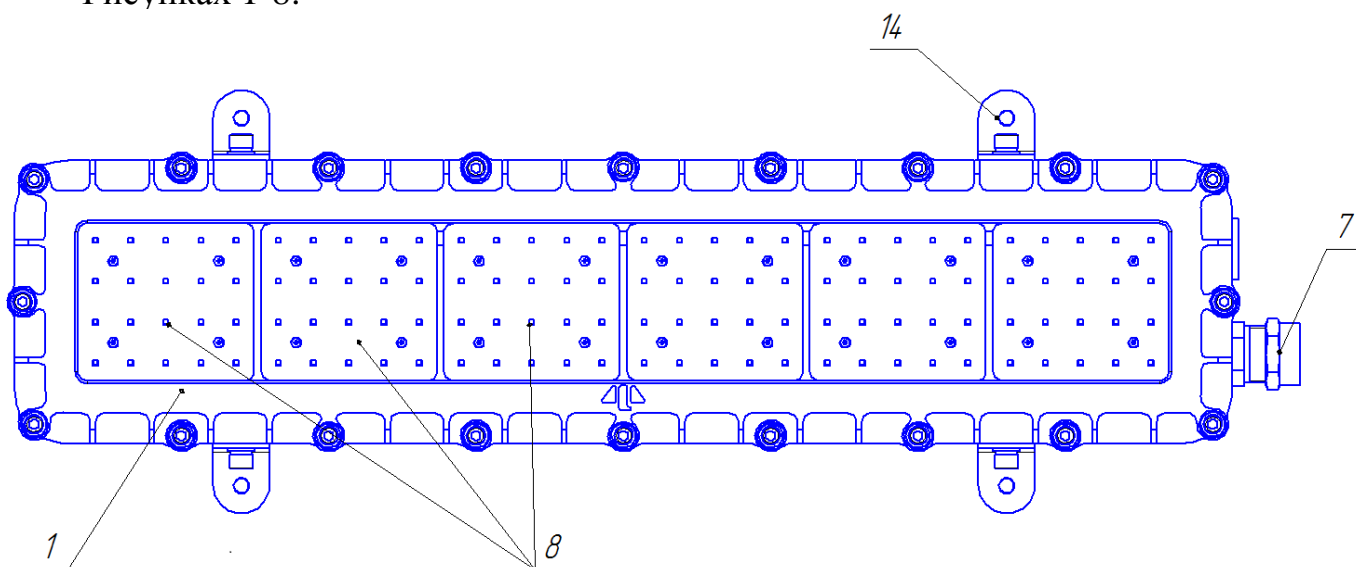
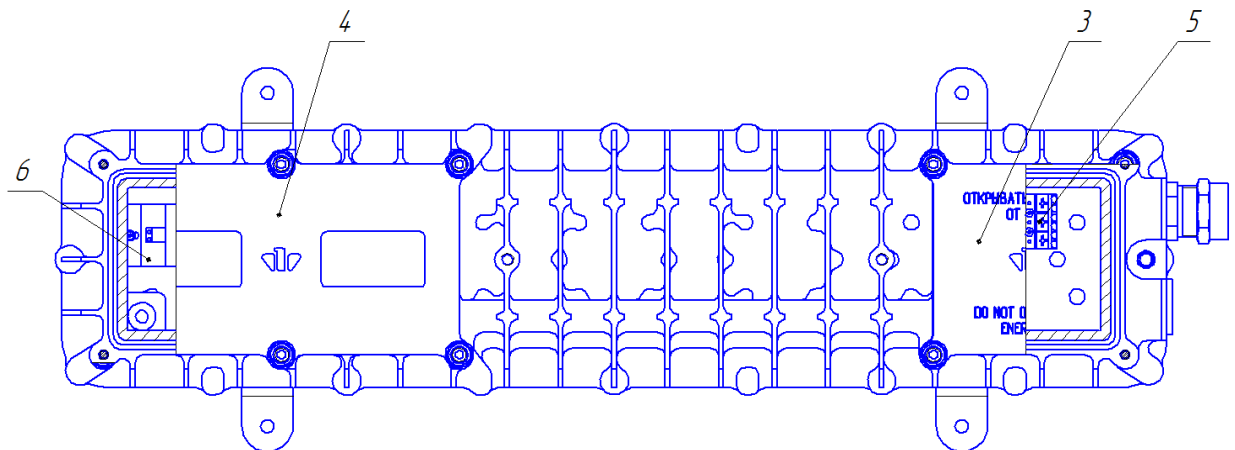

Рисунок 1
Рисунок 3
1.4.1 Светильник полупроводниковый взрывозащищенный типа СПВ-220-001 (см. Рисунок 1) представляет собой корпус (поз.2) с установленными в нем модулями светодиодными (поз.8), источником питания (поз.6), колодкой клеммной (поз.5), кабельным вводом (поз.7). На корпусе (поз.2) закреплены крышка со стеклом (поз.1), крышка (поз. 3), крышка (поз.4) и уголки (поз.14). Кабельный ввод (поз.7) состоит из гайки (поз.9), муфты (поз.10), втулки (поз.11), шайбы (поз.12), штуцера (поз.13) (Рисунок 9).
1.4.2 Назначение составных частей светильника (см. Рисунок 1):
- снять крышку (Рисунок 3 поз.3);
- провести питающий провод диаметром 6,2 ($\pm 0,2$) мм через кабельный ввод (Рисунок 1 поз.7) и подключить сетевой провод к клеммной колодке (Рисунок 3 поз.5) L, N, \perp ;
- установить крышку (Рисунок 3 поз.3), затянув 4 винта М6 с усилием 9,4 Н·м;
- снять крышку (Рисунок 3 поз.3) и проверить контактные соединения, включая элементы заземления;